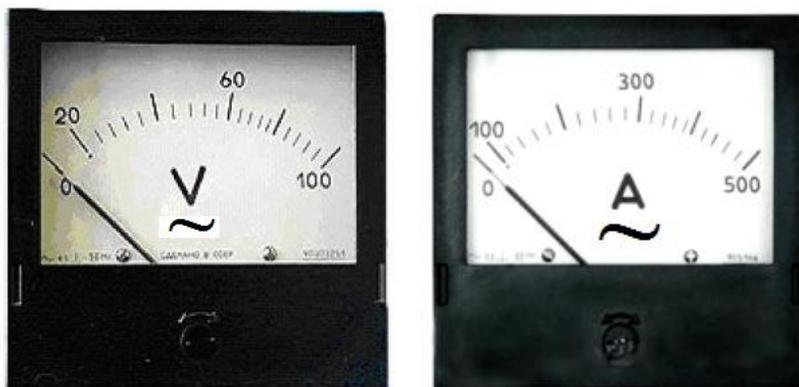

Рис. 1.
1. Для измерения напряжения и силы переменного тока используются вольтметры и амперметры переменного тока (рис. 1).